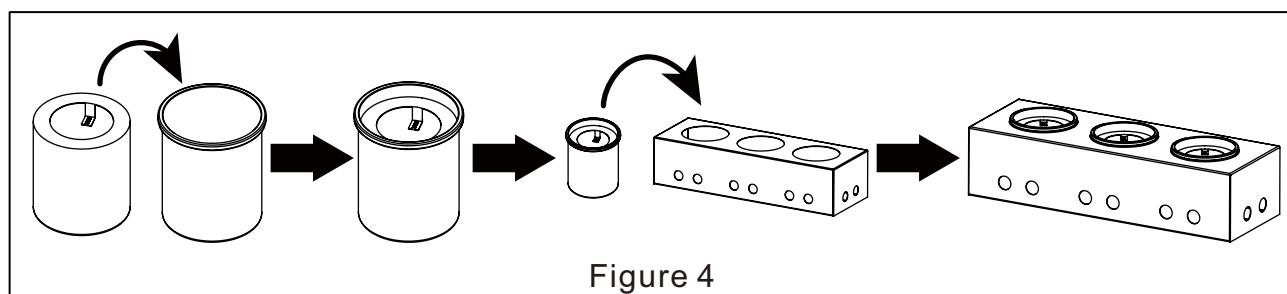

Figure 4
7. Suivez les étapes ci-dessous pour installer les autres pièces fournies.(1). Placez le brûleur dans le corps de la vasque avec précaution, en veillant à ce que le brûleur soit de niveau (voir figure 4). La vasque peut contenir trois brûleurs à la fois.
1. Installez le bidon de carburant et l'écran en verre (voir figure 4~5).